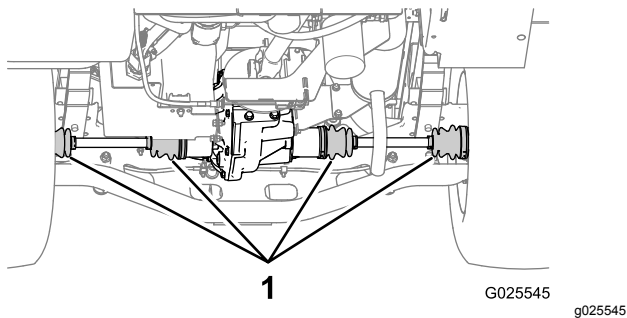

Figura 66
2. Controllate che i cappucci di velocità costante (CV) sugli assali posteriori non siano danneggiati e non perdano lubrificante (Figura 66).